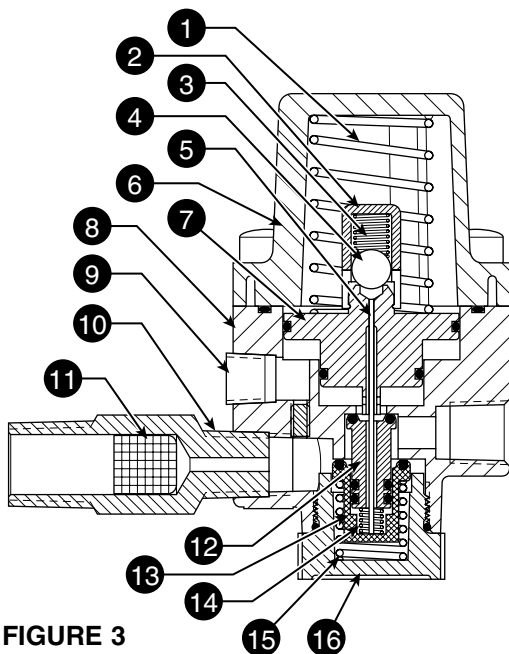

FIGURE 3
5. Remove the 1/8" NPT plug from the remote pilot port of the inlet side of the drain. (Shown in Figures 3 and 4.)
5. Ôter le bouchon de 1/8" NPT de l'orifice de soupape pilote de télécommande côté entrée du dispositif de vidange. (Illustré aux Figures 3 et 4)
5. Retire el tapón NPT de 1/8" del orificio del piloto remoto del lado de entrada del drenaje. (Mostrado en las Figs. 3 y 4.)